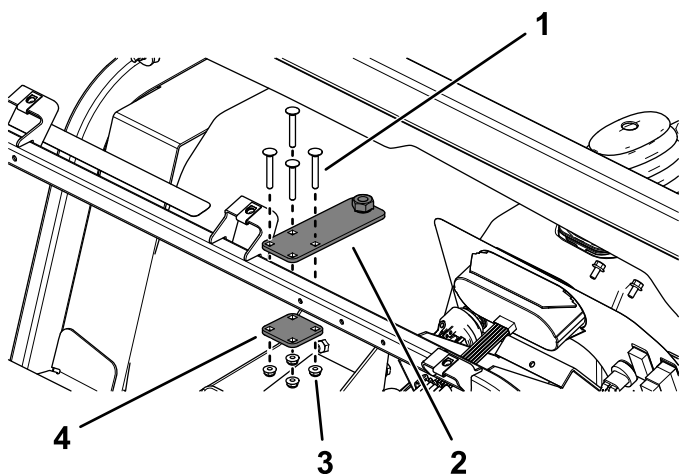

Figura 36
2. Montate la piastra di regolazione e la contropiastra sul tubo di supporto del cruscotto utilizzando i 4 bulloni a testa tonda ($\frac{1}{4}$ " x $1\frac{3}{4}$ ") e i dadi flangiati ($\frac{1}{4}$ ") come illustrato nella Figura 36.